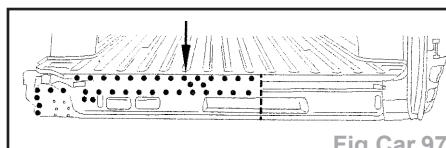

Fig.Car.97
- Poser l'élément de la doublure (Fig.Car.97).